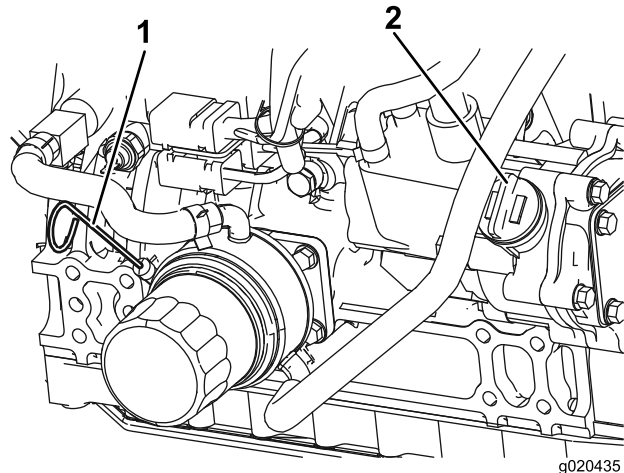

図 88
オイル量が安全レンジ内にあればよい図 88。
4. 不足している場合安全範囲よりも下は、補給管についているキャップ図 88を取り、Full 位置までオイルを補給する。